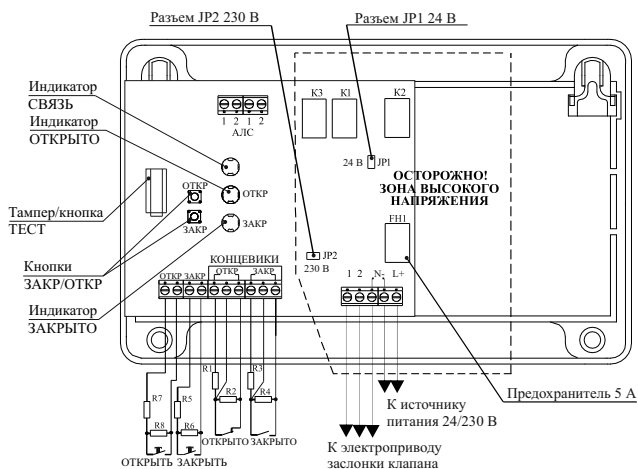

Рисунок 1
Выбор напряжения питания электропривода осуществляется джампером, который устанавливается на разъём JP1 или JP2 (рисунок 1) (4.6).
4.6 Переключение напряжения питания электропривода (24 В или 230 В) производится путем замыкания джампером разьема JP1 или JP2 (рисунок 1). По умолчанию на предприятии-изготовителе джампер установлен на разьеме JP2.